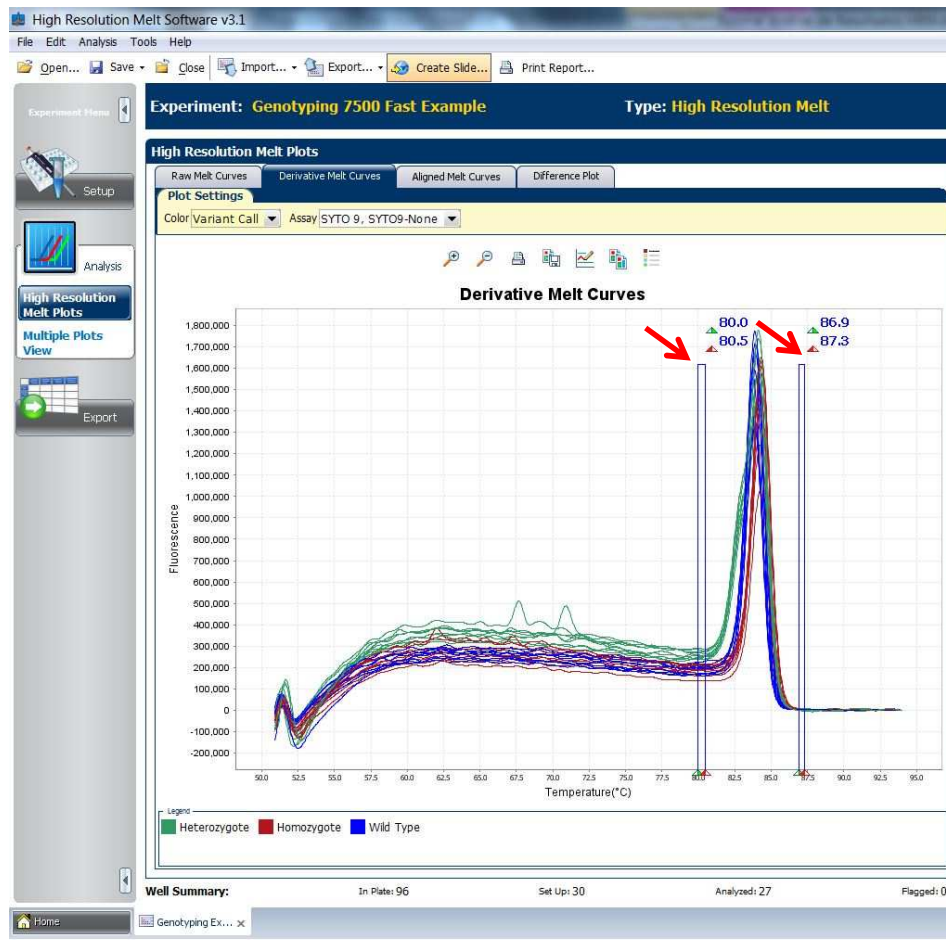

Fig. 6a
1. Posicione o *mouse* em cima de uma das palhetas e arraste para a região desejada. Elas devem ficar próximas às regiões de inflexão da curva (Fig. 6a)
2. Repita este procedimento para o restante das palhetas (Fig. 6a)